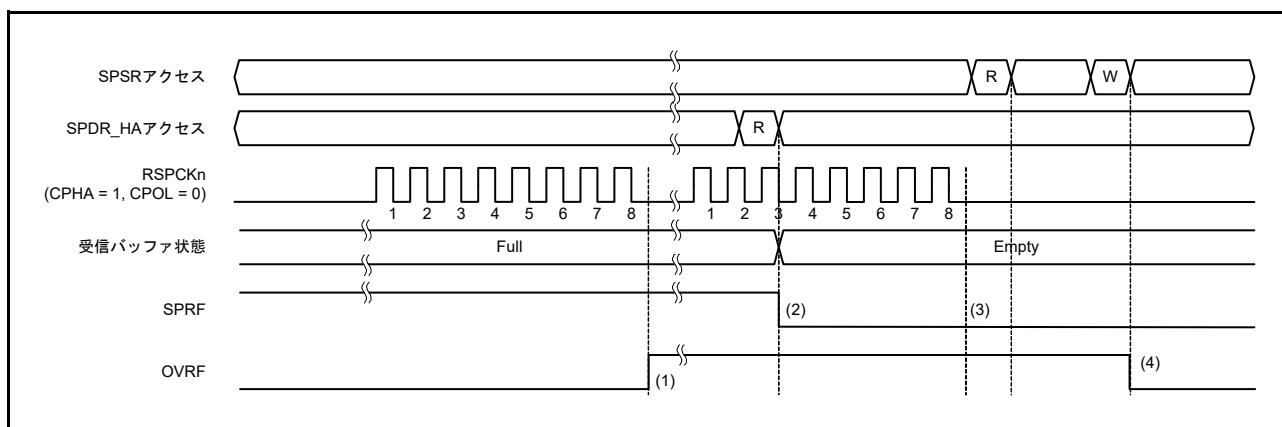

図 30.28 OVRF フラグおよび SPRF フラグの動作例
図 30.28 に、OVRF フラグと SPRF フラグの動作例を示します。図 30.28 に記載の SPSR アクセスと SPDR/SPDR_HA アクセスは、それぞれ SPSR、SPDR/SPDR_HA レジスタへのアクセス状況を示しています。“W” は書き込みサイクル、“R” は読み出しサイクルを示しています。この例では、SPCMD0.CPHA ビットが 1、SPCMD0.CPOL ビットが 0 の設定で、SPI が 8 ビットのシリアル転送を実行しています。RSPCK_n 波形の下に記載した数字は RSPCK サイクル数 (= 転送ビット数) を示しています。
以下に、図 30.28 の (1) ~ (4) に示したタイミングでのフラグ動作を説明します。
- (1) SPRF フラグが 1 (受信バッファフル) の状態でシリアル転送が終了すると、SPI がオーバーランエラーを検出し、OVRF フラグを 1 にします。SPI はシフトレジスタのデータを受信バッファにコピーしません。また、SPPE ビットが 1 であってもパリティエラーの検出は行いません。
- (2) SPDR/SPDR_HA レジスタを読み出すと、SPI は受信バッファのデータを出力します。その後、SPRF フラグが 0 になります。受信バッファが空になっても、OVRF フラグは 0 になりません。
- (3) OVRF フラグが 1 (オーバーランエラー発生) の状態でシリアル転送が終了した場合には、SPI はシフトレジスタのデータを受信バッファにコピーしません (SPRF フラグは 1 になりません)。受信バッファフル割り込みも発生しません。また、SPPE ビットが 1 であってもパリティエラーの検出は行いません。オーバーランエラー発生状態で、SPI がシフトレジスタから受信バッファへ受信データをコピーしなかった場合でも、シリアル転送が終了すると、SPI はシフトレジスタが空であると判定します。これにより、送信バッファからシフトレジスタへのデータ転送が可能な状態になります。
- (4) OVRF フラグが 1 の状態で SPSR レジスタを読んだ後、OVRF フラグに 0 を書くと、OVRF フラグは 0 になります。